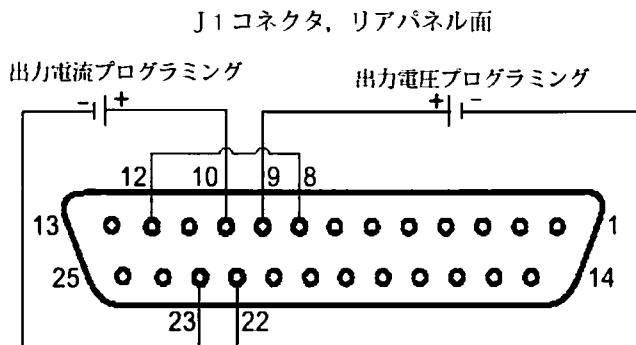

図 6-1：リモート電圧コントロール接続
6. 図 6-1 に示すように外部電源を J1 端子に接続して下さい。その際には極性を確認の上接続して下さい。出力電圧・電流コントロールのグランドはそれぞれ J1-22(VPGM_RTN)、J1-23(IPGM_RTN)です。(詳細は 4.5.1 項の図 4-4、表 4-4 参照)